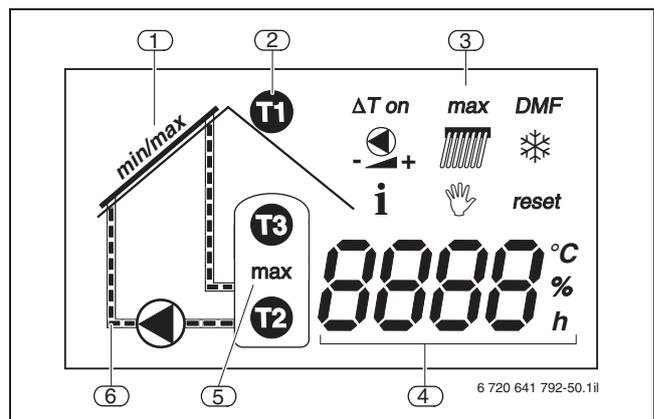

Fig. 57 Display LCD a segmenti Logamatic SC20
Nel funzionamento automatico è possibile impostare tra 7 K e 20 K il differenziale di temperatura desiderato tra le due sonde di temperatura (impostazione di fabbrica 10 K). In caso di superamento del differenziale di temperatura tra il collettore (sonda di temperatura FSK) e l'accumulatore inferiore (sonda di temperatura FSS), si attiva la pompa. Sul display si visualizza l'animazione del trasporto del fluido solare (→ fig. 57, pos. 6). Grazie alla possibilità di regolare il numero di giri mediante SC20 si aumenta l'efficienza dell'impianto solare. Inoltre è possibile lasciare un numero di giri minimo. Scendendo al di sotto del differenziale di temperatura, il regolatore disattiva la pompa. Per proteggere la pompa, essa viene attivata automaticamente 24 ore dopo l'ultimo avvio per 3 secondi (impulso pompa).